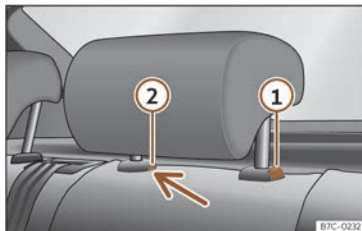

Fig. 111 Appuie-tête arrière : démontage.
- Appuyez sur la touche » fig. 111 (1), en appuyant en même temps sur l'orifice de sécurité (2) avec un tournevis plat de 5 mm de largeur maximum et retirez l'appuie-tête.